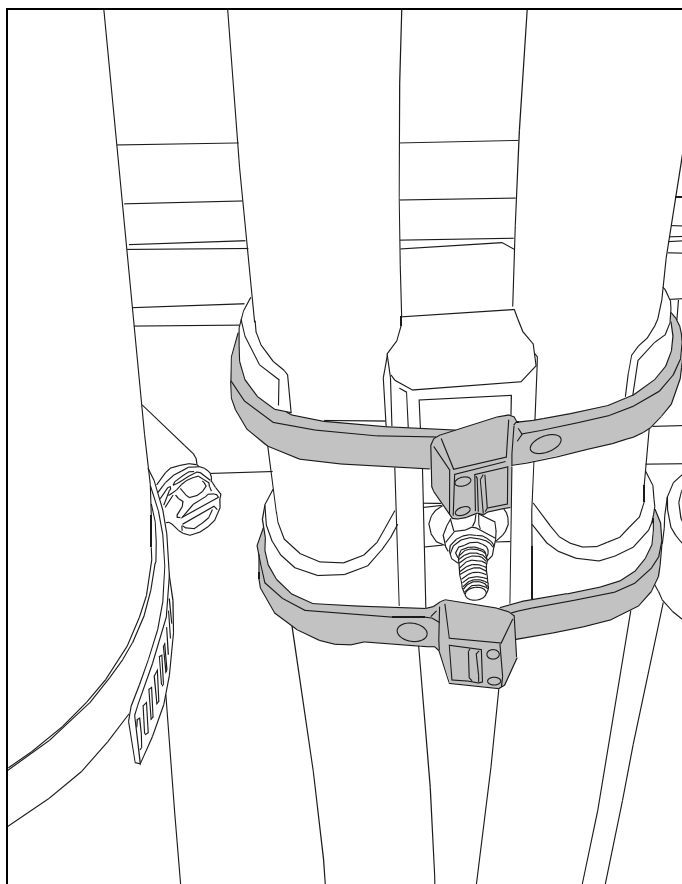

FIGURE 1 : INSTALLATION DES ATTACHES DE NYLON (TYPIQUE)
1. Fixer le boyau aux supports à l'aide d'attaches de nylon (Voir la figure 1).